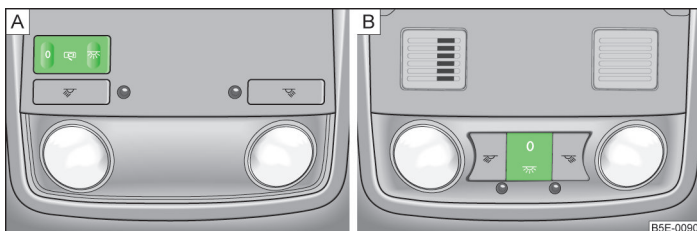

Fig. 31 Luz interior delantera
- Pulsar la tecla en el área del símbolo  » fig. 31.
- Pulsar la tecla en el área del símbolo **0** » fig. 31.
En vehículos sin vigilancia del habitáculo la posición central está señalizada con el símbolo  » fig. 31 - A.
La luz interior posterior se controla junto con la luz interior delantera » fig. 31 de la página 53.